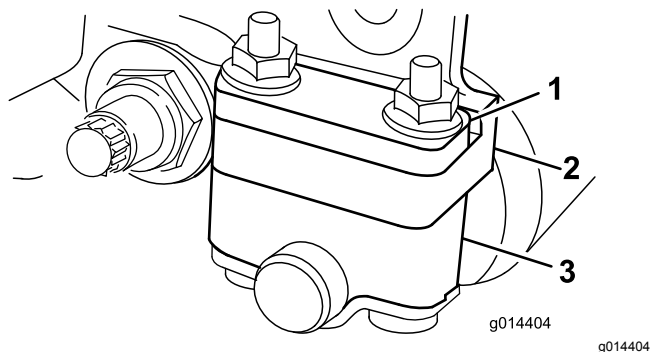
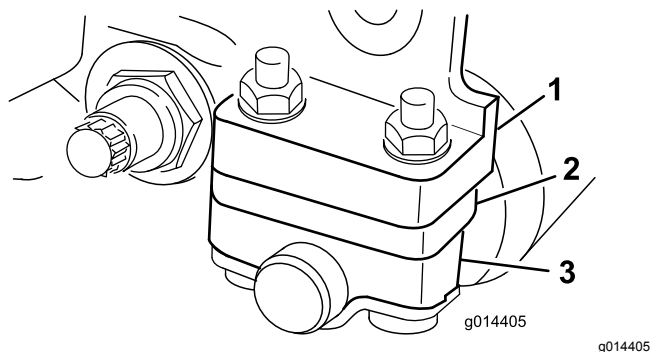

Figura 6
Figura 7
Dependendo do intervalo de altura de corte desejado, pode ajustar os suportes traseiros do cilindro (Figura 6 ou Figura 7) para a posição inferior ou superior:
se as definições da altura de corte variarem entre 1,6 e 6,4 mm (Figura 6).
- Posicione o distanciador abaixo da flange de montagem da placa lateral se as definições da altura de corte variarem entre 3,2 e 25 mm (Figura 7).
4. Coloque os distanciadores nos parafusos acima ou abaixo dos suportes do cilindro, consoante o necessário (Figura 6 ou Figura 7).